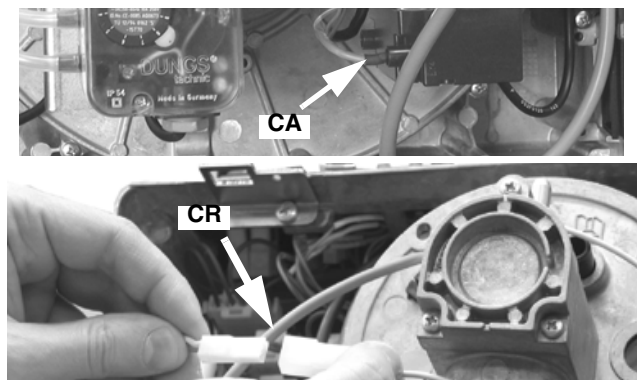

Fig. 59
- 3 Decuplati cablul de aprindere **CA** de la transformatorul de aprindere (Fig. 59).